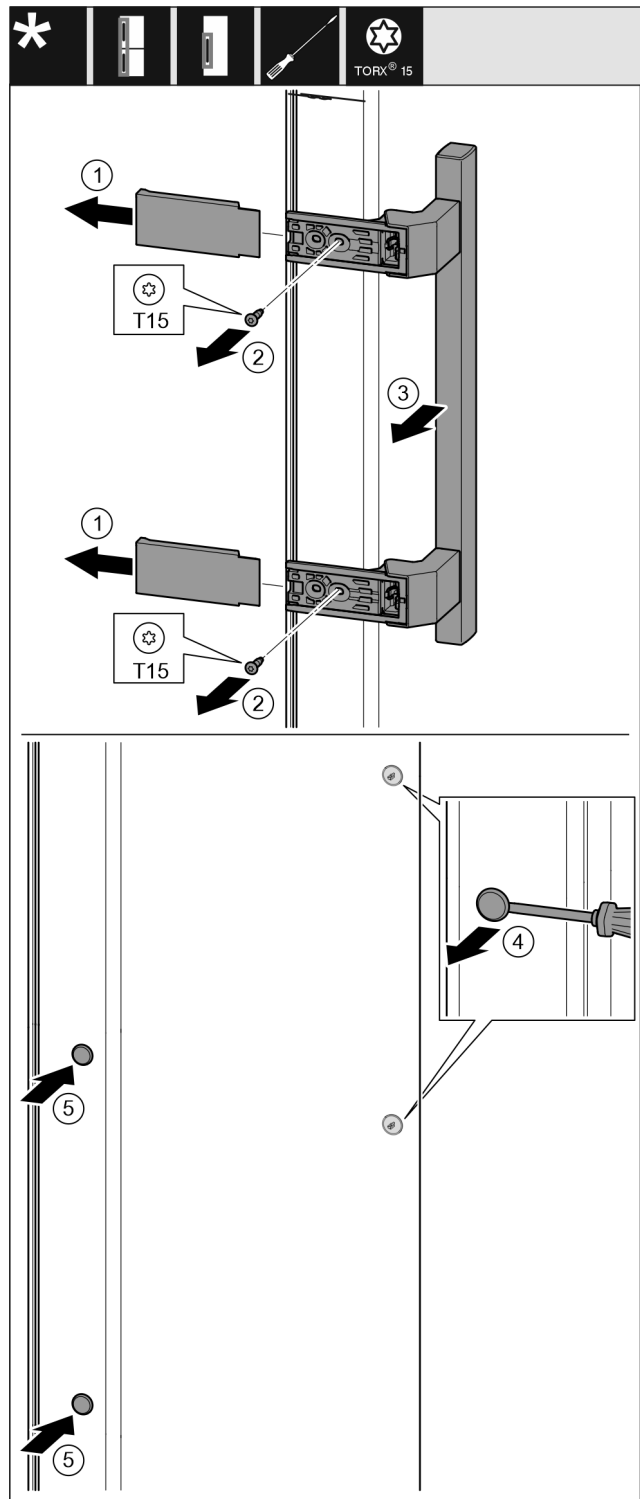

Fig. 19
- ▶ Tõmmake kate maha. Fig. 19 (1)
- ▶ Keerake kruvid kruvikeerajaga Torx 15 välja. Fig. 19 (2)
- ▶ Võtke käepide maha. Fig. 19 (3)
- ▶ Tõstke külgmised korgid ettevaatlikult lapikkruvikeerajaga üles ja tõmmake välja. Fig. 19 (4)
- ▶ Pange korgid teisel küljel taas sisse. Fig. 19 (5)